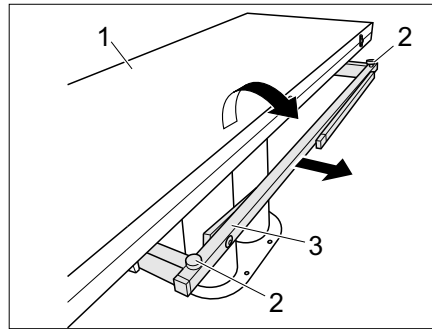

Fig. 112 Agrandir la table
- Sortir l'infrastructure de la table (Fig. 112,3).
- Déplier la moitié de table (Fig. 112,1).
- Régler la hauteur souhaitée du plateau de la table à l'aide des deux vis de réglage (Fig. 112,2).